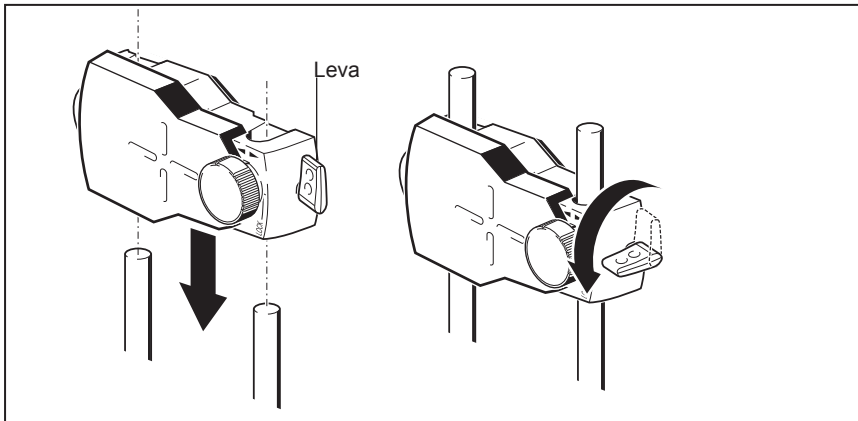

Figura 7-3. Montaggio e bloccaggio del prisma
Il pomolo giallo sul lato frontale del prisma consente di regolare l'angolo orizzontale del raggio laser riflesso. Prima di montare il prisma, accertarsi che questo pomolo sia centrato per consentire successivamente il massimo intervallo di regolazione. La base del pomello deve essere allineata con la freccia dell'alloggiamento del prisma (fare riferimento alla Figura 7-3).
6. Sollevare la leva gialla di rilascio rapido dal lato dell'alloggiamento del prisma, poi fare scorrere il prisma sul supporto destro della staffa. Rimettere la leva in posizione orizzontale per fissare il prisma sui supporti (vedere Figura 7-3).